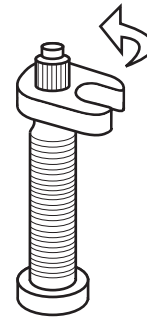

Abb. 24. Zum Entfernen des Ventileinsatzes den Ventilschlüssel gegen den Uhrzeigersinn drehen.
3. Nehmen Sie den Ventileinsatz heraus (Abb. 24).
6. Greifen Sie mit den Händen links und rechts vom Ventil das Profil und die Seitenwand des Reifens und drücken Sie dabei von oben nach unten den Reifen in den Felgenwulst (Abb. 24 und 25).